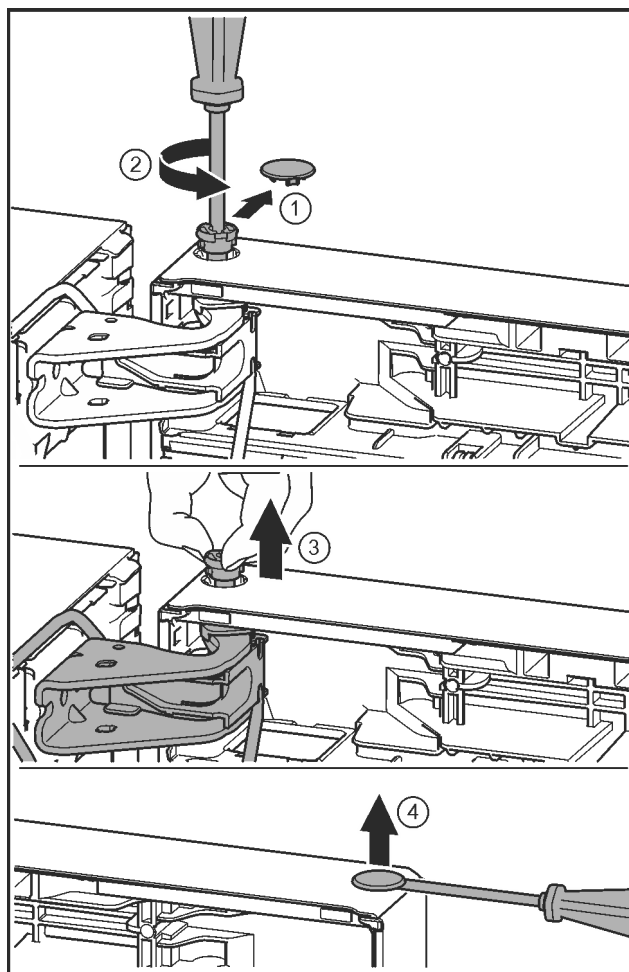

Fig. 21
- ▶ Desprindeți cu precauție capacul de siguranță. Fig. 21 (1)
- ▶ Extrageți puțin bolțul prin rotire cu șurubelnița T15. Fig. 21 (2)
- ▶ Țineți ferm ușa și extrageți bolțul cu degetele. Fig. 21 (3)
- ▶ Ridicați cu precauție dopul din cuzinetul ușii cu o șurubelniță plată și extrageți-l. Fig. 21 (4)